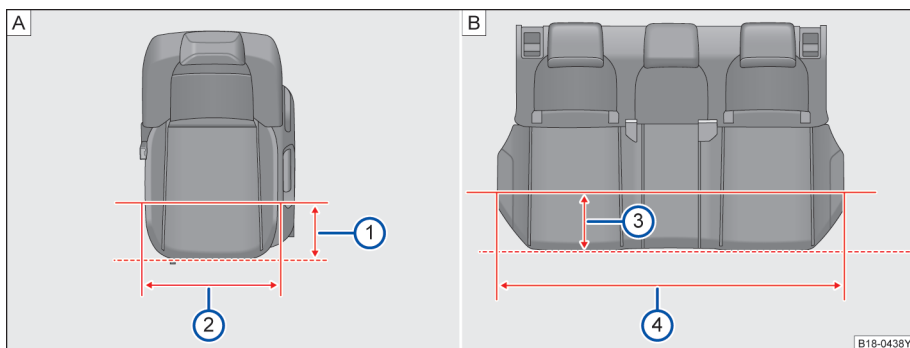

图 44 座椅座宽
如图→ 图 44A在距离前排座椅边缘 200mm 时→ 图 44②，前排座椅座垫宽度 为 488mm→ 图 44①。
如图→ 图 44B在距离后排座椅边缘 200mm 时→ 图 44③，后排座椅座垫宽度 为 1271mm→ 图 44④。